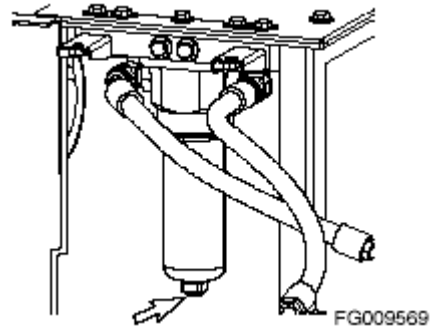

Рисунок 49
3. Определите расположение фильтра дробилки в сборе (Рисунок 49).